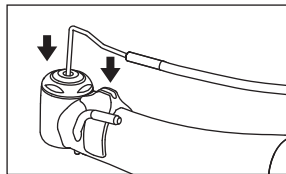

Fig. 8
- 3) Inserte el extremo de la boquilla de pulverización interna en el orificio situado en la parte superior del cabezal de la pieza de mano, y luego enganche la boquilla de pulverización interna en la ranura del soporte de la boquilla. (Fig. 8)